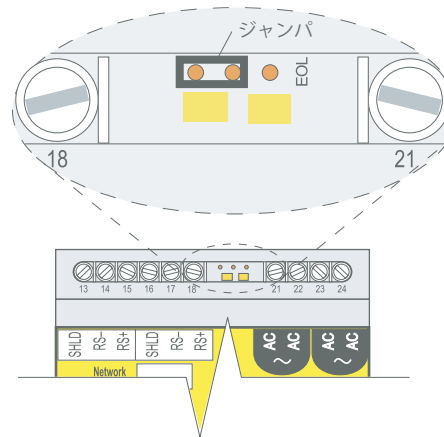

図 5b. 他の全 TTSIM のラインエンド用ジャンパの位置
- RS485 ラインの最終以外の全ての TTSIM のについては図 5b の位置にジャンパを取付けてください